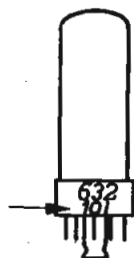

Fig. 1
1. Indien voor B3 een buis EF22 wordt gebruikt, welke een gloeidraad heeft, die niet bifilair is gewikkeld. Hoewel deze buis wel op de plaats van B1 kan worden gebruikt, is zij onder deze omstandigheden minder geschikt om op de plaats van B3 te worden toegepast. In dit geval zal de bromstoring merkbaar zijn, indien het toestel wordt gebruikt voor gramfoonweergave. Zij kan snel worden gelocaliseerd, door de gramfoonschakelaar in de stand gramfoon te zetten en dan de sterkteregelaar geheel terug te draaien. Verdwijnt de bromtoon, dan mag worden aangenomen dat de oorzaak in de buis EF22 schuilt. In dit geval moet een buis EF22 met bifilair gewikkelde gloeidraad worden gebruikt, kenbaar aan het uitvoeringsnummer 10 op de buisvoet. Zie hiervoor fig. 1.